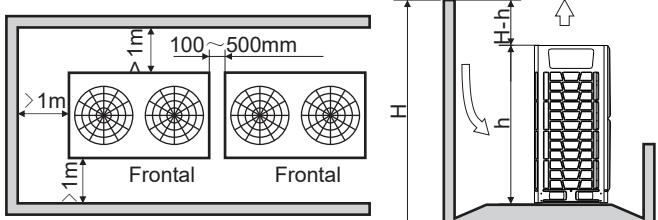

Fig. 3.14 Mais baixo do que o ambiente
6) Quando as unidades exteriores são mais baixas do que as suas envolventes, ver Figura 3.14: a disposição é a mesma que quando são mais elevadas, mas para evitar que a troca de calor seja influenciada pelo ar quente exterior , deve ser incorporada uma lâmina de vento na tampa radiante da unidade exterior, como mostra a fig. 3.14. A altura da lâmina de vento é H-h, e deve ser comprada pelo usuário.